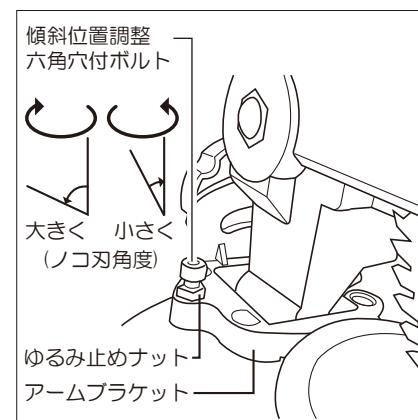

図18
- ④▼部と角度目盛に狂いがありましたら本機を起し、アームブラケット左側の傾斜位置調整六角穴付ボルトのゆるみ止めナットをゆるめます。(図18参照)
- ⑤傾斜位置調整六角穴付ボルトを回し、ノコ刃を傾斜させたときに▼部が角度目盛の45度に合うように調整してください。(右に回すとノコ刃傾斜角度が大きく、左に回すと小さくなります。)(図18参照)
- ⑥調整がおわりましたら傾斜角度固定ノブを締めて本機を固定し、傾斜位置調整六角穴付ボルトのゆるみ止めナットを締め付けてください。